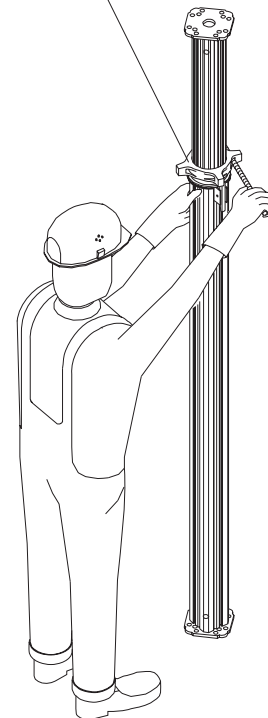

Fig. 19
- Støtten kan også efterjusteres trinløst ved en last på indtil 15 kN. Det kan gøres med et armeringsjern. **Fig. 19**